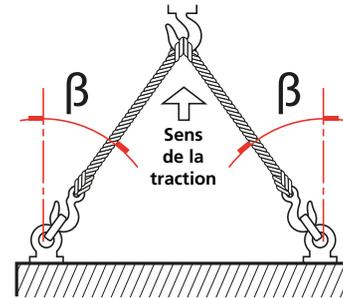

Fig 7.1 Levage (actionneur à simple effet jusqu'à la taille 161)
- Dans le cas d'un actionneur à simple effet, accrochez l'élingue à chaîne et l'élingue textile sur les anneaux de levage, comme indiqué à la figure 7.1.